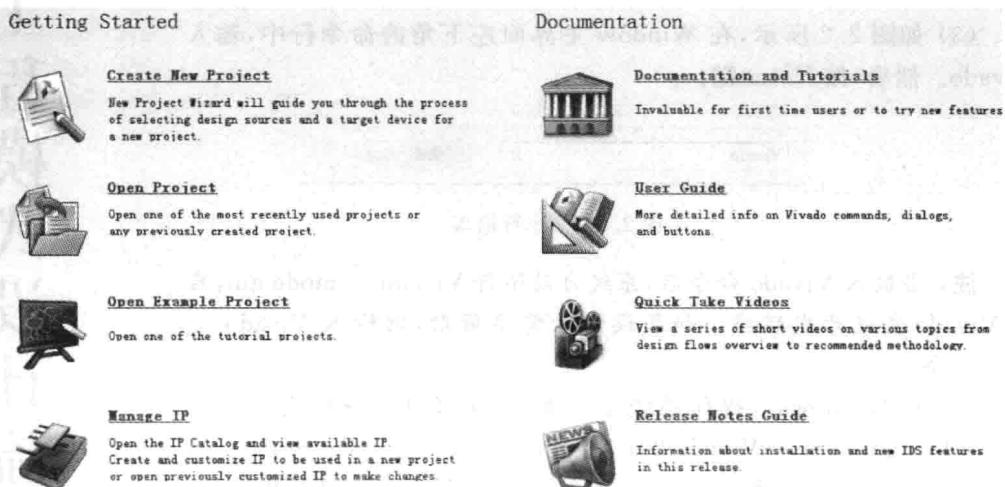
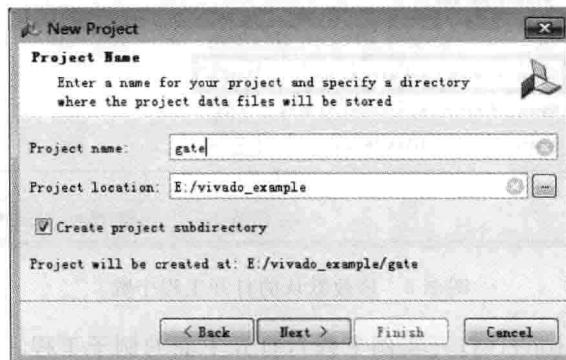

图 2.4 Vivado 2013.3 主界面
图 2.6 给出工程路径和工程名字
(1) 进入到 Vivado 2013.3 主界面。如图 2.4 所示,该界面分为 Getting Started 和 Documentation 两个主要的入口。
- ② 在 Documentation 入口下, 提供了以下的功能:
(2) 在图 2.4 的界面内, 单击 Create New Project(创建新工程)选项。出现 Create a New Vivado Project(创建一个新的 Vivado 工程)对话框界面。
- (3) 单击 Next 按钮。
- (4) 如图 2.6 所示, 出现 New Project-Project Name 对话框界面, 要求设计者给出工程的名字和工程路径, 在该设计中按如下参数设置:
- ① Project name(工程名字): gate\_VHDL。